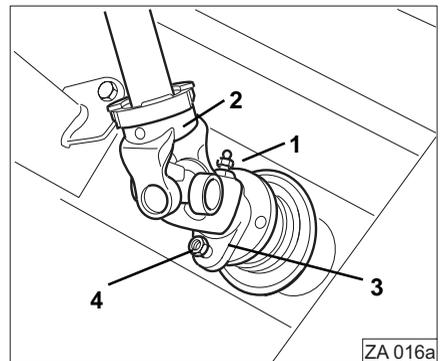

Fig. 15
- Desserrez le graisseur (Fig. 15/1).
- Introduire la transmission (Fig. 15/2).
- Fixez la mâchoire à oreille (Fig. 15/3) à l'aide du boulon de cisaillement (Fig. 15/4).
- Resserrez le graisseur (Fig. 15/1).